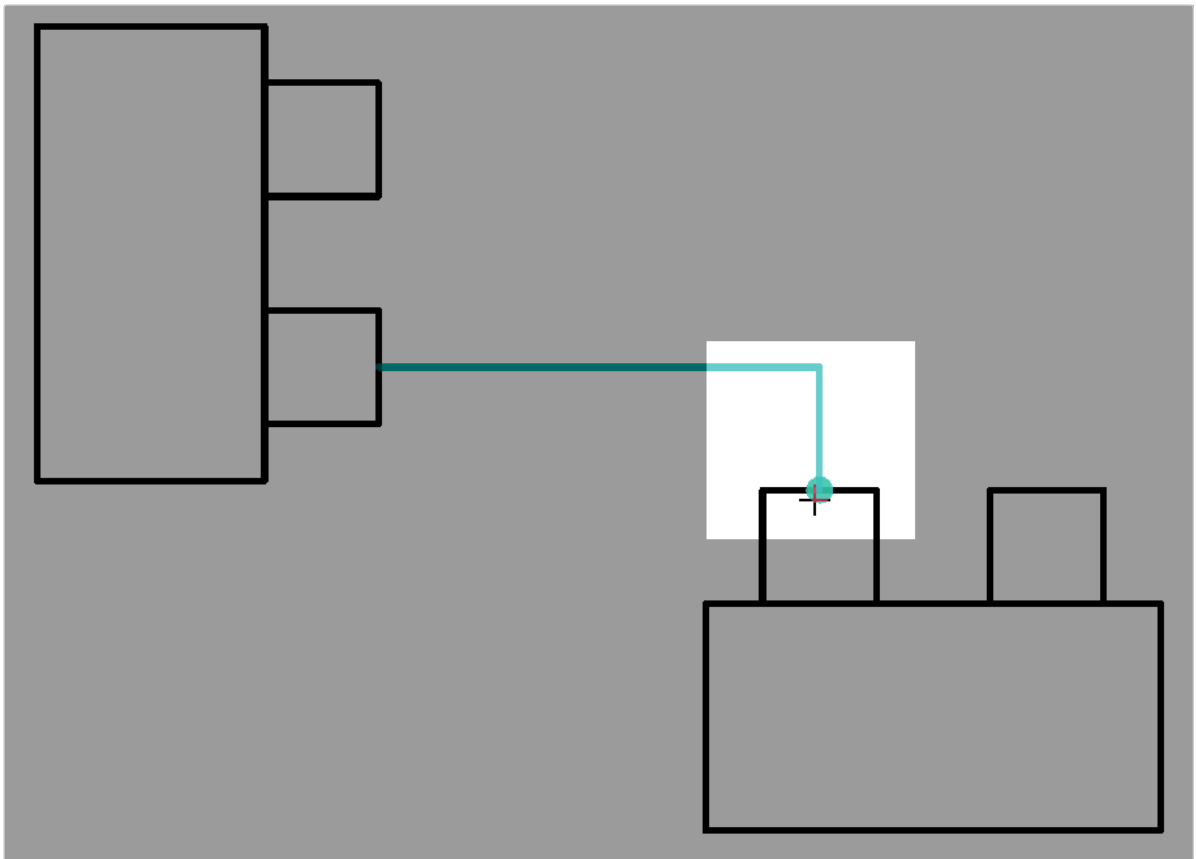

Рисунок 262. Значок, сигнализирующий о возможности завершить создание линии связи
- 5) Нажать левую кнопку мыши для начала создания линии связи и подвести курсор к порту другого устройства или свободному месту на другой линии связи. При наведении также появится значок, сигнализирующий о возможности завершить создание линии связи (см. рисунок 262).